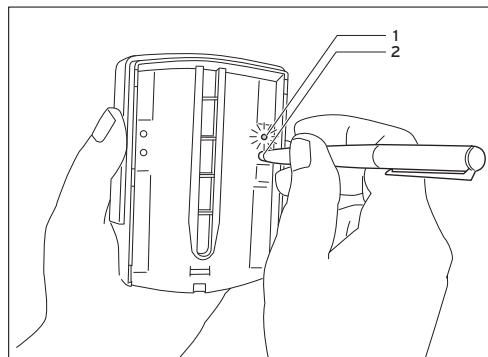

Рис. 3.6 Ввод радиодатчика температуры наружного воздуха в эксплуатацию
⇒ Активируйте радиодатчик температуры наружного воздуха, нажав справа с обратной стороны на кнопочный выключатель (2, рис. 3.6), напр., штифтом. Зеленый СД (1, рис. 3.6) мигает от 2 до 30 секунд.
- ⇒ Извлеките радиорегулятор из настенного цоколя. Для этого введите отвертку в обе защелкивающиеся накладки (см. стрелки на рис. 3.6).